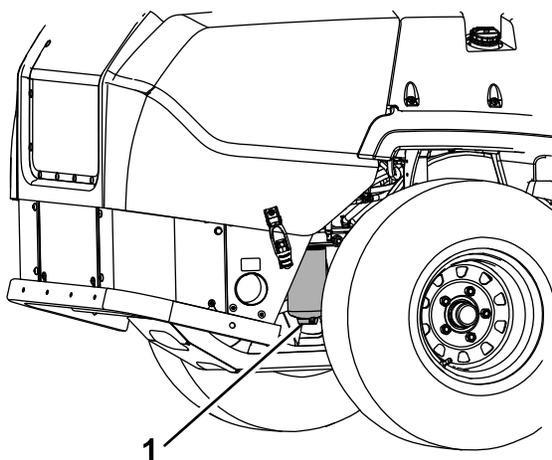

Рисунок 45
4. Откройте сливную пробку на водоотделителе примерно на один оборот, чтобы слить воду и другие загрязнения (Рисунок 45).